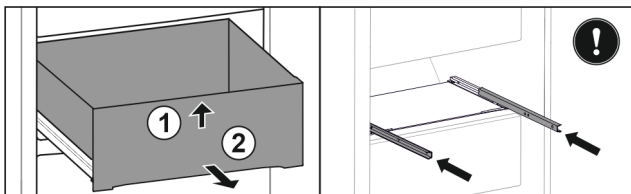

Fig. 103
- ▶ Schubfach vorne anheben. Fig. 103 (1)
- ▶ Schubfach nach vorne entnehmen. Fig. 103 (2)